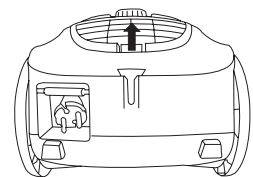

Figura 9
2. Abra la tapa del filtro de salida, tirando de la lengüeta de la tapa. Saque el filtro de salida del aparato, véase la figura 9.